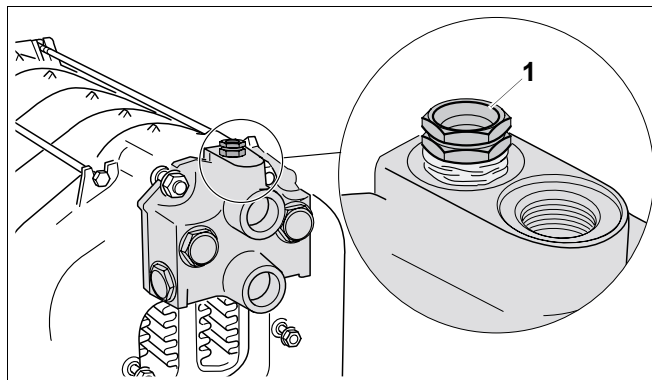

Рис. 23 Установка гильзы для датчиков
- Заглушить подающую и обратную линии (воздушник установить на фитинге Rp $\frac{3}{4}$ (→ рис. 23).